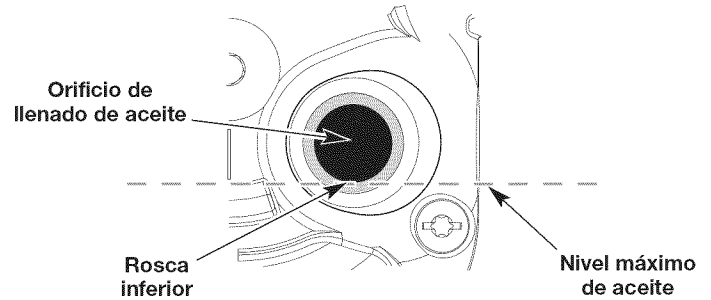

Fig. 19
5. Inspeccione el orificio de llenado de aceite, use una linterna si es necesario. **El nivel de aceite debe tocar justamente la rosca inferior del tapón de llenado de aceite** (Fig. 19). Si el nivel de aceite está muy bajo, añada aceite al orificio de llenado hasta que el aceite toque la rosca inferior del orificio.